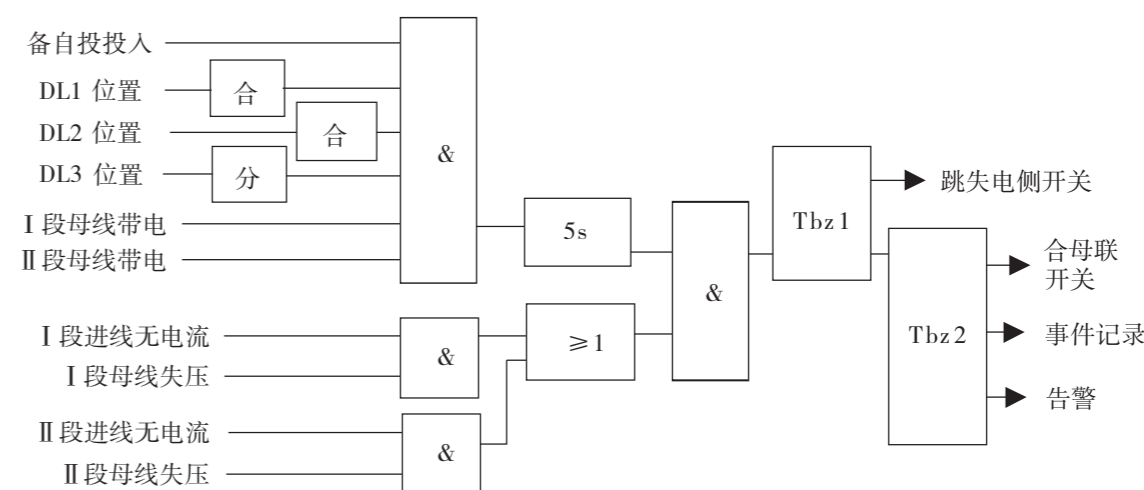

图9-4 备自投保护逻辑框图
YZ100-MFZT装置内部带直流防跳回路，其背板端子图说明参照附图9-4。
- YZ100-MFZT背板端子图及开孔图(附图9-4);
附图9-4: YZ100-MFZT背板端子图及开孔图